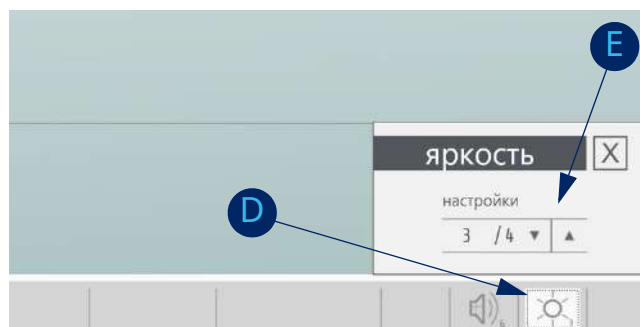

Fig. 155: Всплывающее окно настройки яркости
1. Нажмите кнопку яркости (на нижней строке) [D]. Появится всплывающее окно (рис. 155). Значение можно регулировать в диапазоне от 1 до 4.